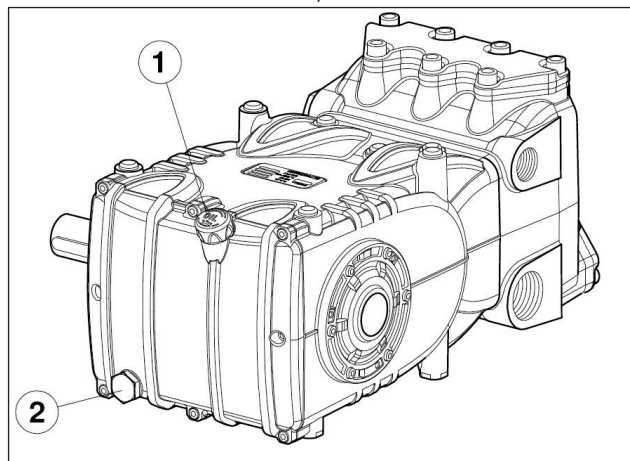

Fig. 3
Controlar el nivel de aceite, si es necesario repostar desde la varilla de nivel de aceite pos. ①, Fig. 3. El control correcto del nivel de aceite se realiza con la bomba a temperatura ambiente, el cambio de aceite va realizado con la bomba a temperatura de funcionamiento retirando: la varilla de nivel de aceite pos. ①, y a continuación el tapón pos. ②, Fig. 3. El control del aceite y el cambio se han de realizar como se indica en la tabla del capítulo 11. La cantidad necesaria es de ~ 3,8 litros.